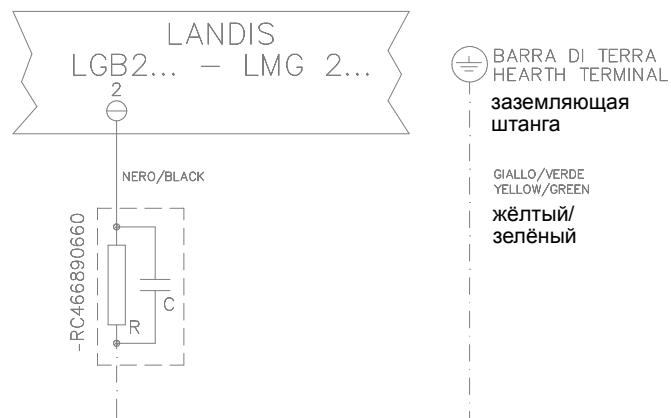

Рис. 31
В случае, если электропитание горелки 230 В фаза-фаза при электронном блоке контроля пламени Brahma VM4..., для увеличения напряжения между электродом и массой нужно использовать трансформатор Brahma AR1 (наш код 2531006), подсоединеный, как показано на Рис. 31а
Рис. 31а
*В этих случаях подключите цепь RC см. Рис. 31 и Рис. 31а.